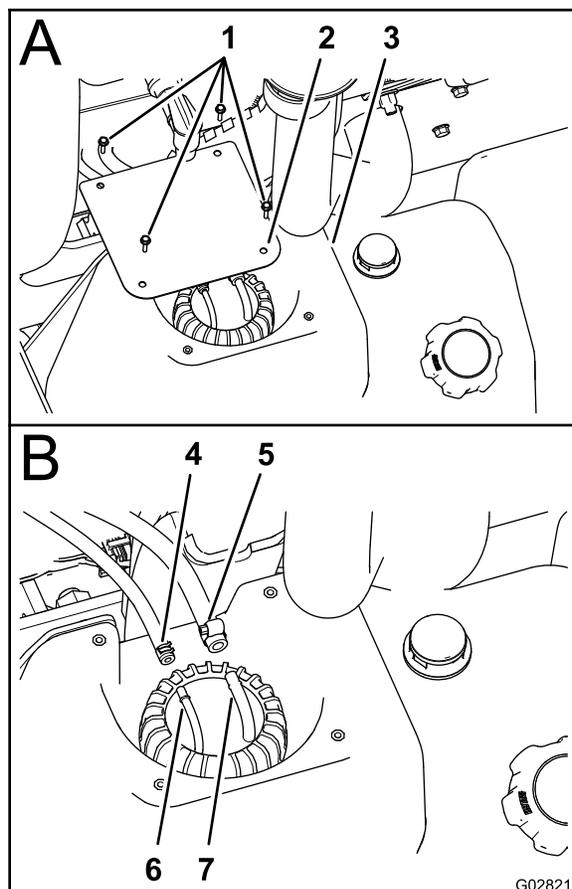

Figura 57
2. Nel serbatoio del carburante, rimuovete le 4 viti (n. 10 x 3/4 poll.) che fissano il coperchio alla parte superiore del serbatoio del carburante e rimuovete il coperchio (Figura 57).
3. Allentate i morsetti che fissano i 2 flessibili del carburante ai 2 raccordi dei flessibili nella parte superiore del gruppo raccordo tubo (Figura 57).
4. Scollegate i 2 flessibili dai raccordi dei flessibili e lasciate spurgare eventuale carburante presente nei flessibili in un recipiente per carburante approvato (Figura 57).
4. Montate il flessibile del carburante da 6,4 mm sul raccordo del flessibile da 6,4 mm, poi fissate il flessibile al raccordo con il morsetto (Figura 57).
5. Montate il flessibile del carburante da 8 mm sul raccordo del flessibile da 8 mm, poi fissate il flessibile al raccordo con il morsetto (Figura 57).